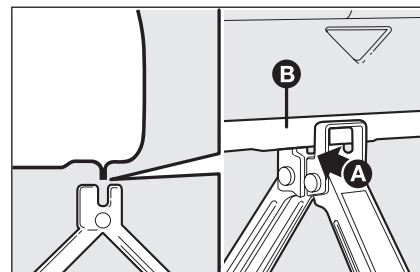

fig. 9
- ❑ accionar el gato para extenderlo hasta que la ranura **A-fig. 9** del gato se introduzca correctamente en el perfil inferior **B** ubicado en el larguero;